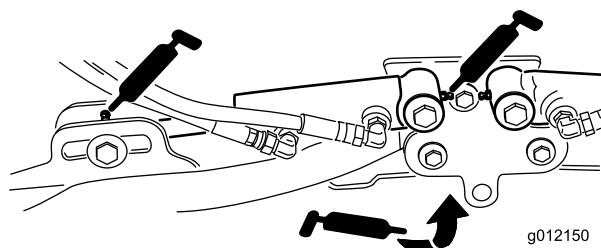

Рисунок 46
- Цилиндры подъемных рычагов режущего блока (по 2 шт.) (Рисунок 46).
- Оси поворота подъемного рычага (по 1 шт.) (Рисунок 46)